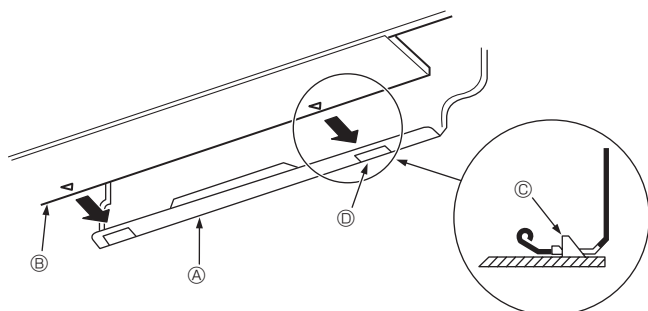

Fig. 3-10
- Lors de l'insertion du tuyau de réfrigérant et le tuyau d'écoulement dans l'orifice mural d'insertion (manchette de pénétration), accrocher la partie supérieure de l'appareil intérieur sur la planche d'installation ①.
- Fixer en poussant la partie inférieure de l'appareil intérieur sur la planche d'installation ①. (Fig. 3-10)
- \* Vérifier que les boutons en bas de l'appareil intérieur sont correctement maintenus sur la planche d'installation ①.
- Ⓐ Planche d'installation ①